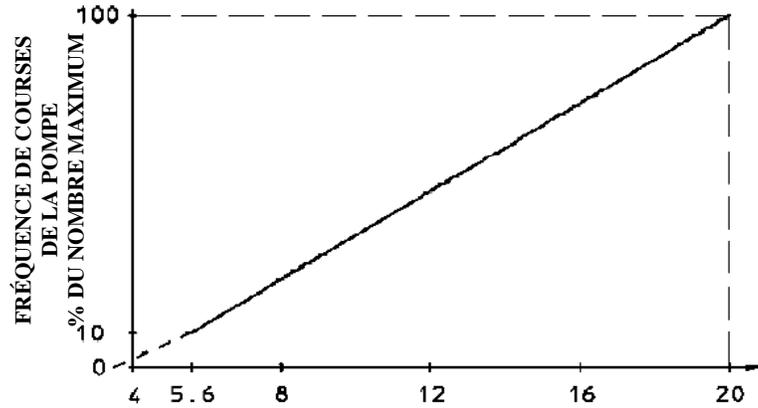

FIGURE 13
- Le signal d'entrée 4-20 mA influence la sortie de la pompe de manière qui est présentée dans le graphique ci-dessous (Fig. 13)